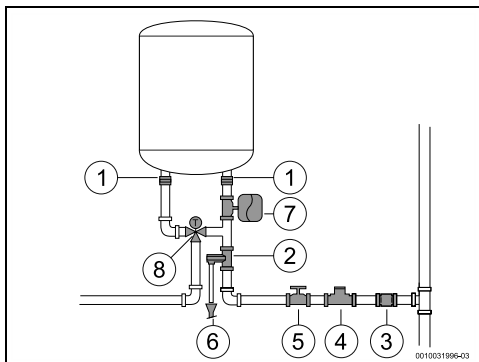

Fig. 13 Toma de agua
- ▶ instalar una válvula de reducción de presión (Fig. 13, [4]). La válvula de seguridad se activará siempre que la presión del agua en el aparato sea superior a 8 bar ($\pm 0,5$ bar), en este caso deberá existir la posibilidad de desviar el agua.
- ▶ instalar un vaso de expansión (Fig. 13, [7]) para evitar que la válvula de seguridad se abra con tanta frecuencia. El volumen del vaso de expansión debe ser equivalente al 5% del volumen del dispositivo.